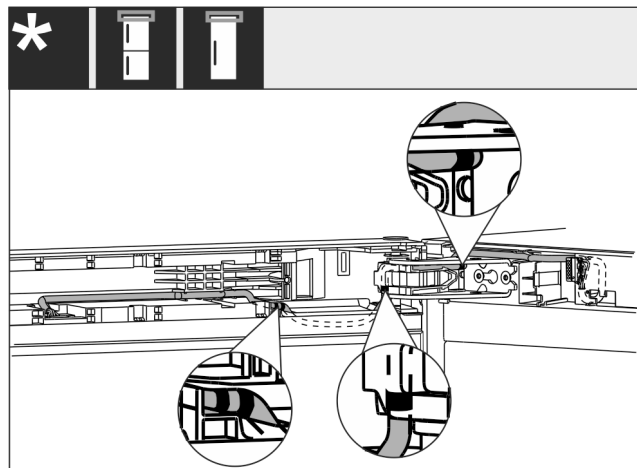

Fig. 56
- Pozarea cablului reprezentată ca în figură Fig. 56 [].